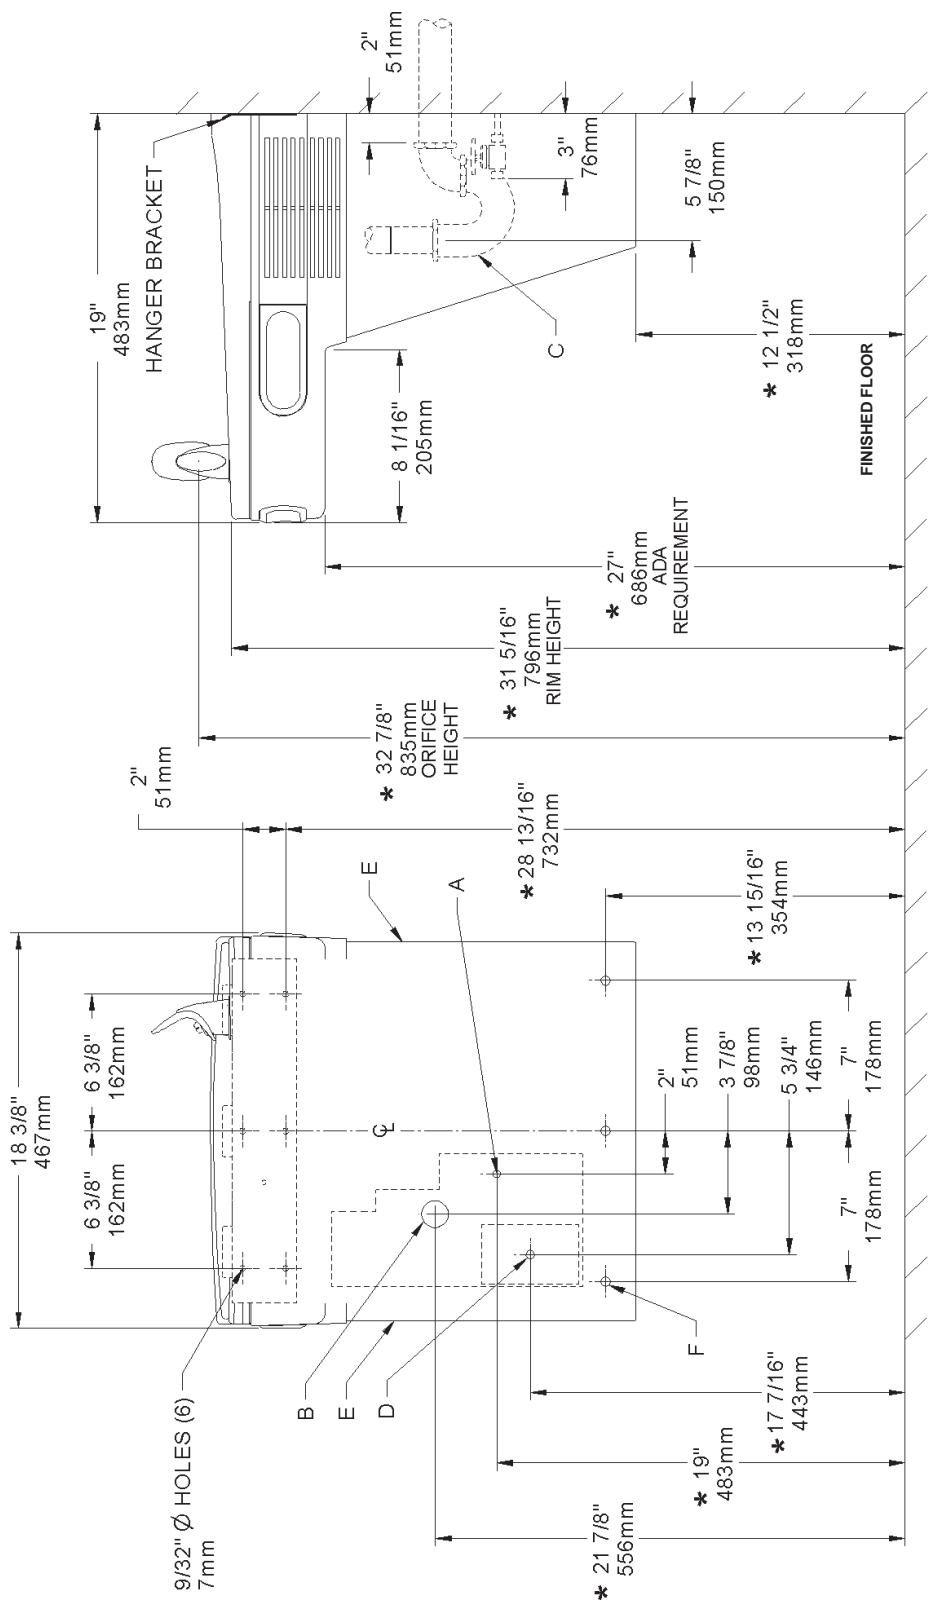

FIG. 2
- 1) Remove hanger bracket fastened to back of cooler by removing one (1) screw.
- 2) Mount the hanger bracket as shown in Figure 2.
**NOTE:** Hanger Bracket MUST be supported securely. Add fixture support carrier if wall will not provide adequate support. Anchor hanger securely to wall using all six (6) 1/4 in. dia. mounting holes.
- 3) Hang the cooler on the hanger bracket. Be certain the hanger bracket is engaged properly in the slots on the cooler back as shown in Figure 2.
- 4) Remove the four (4) screws holding the lower front panel at the bottom of cooler. Remove the front panel by pulling straight down and set aside.
- 1) Retire el soporte fijador que se encuentra conectado a la parte posterior del enfriador sacando un (1) tornillo.
- 2) Monte el soporte fijador de la manera descrita en Fig. 2.
**NOTA:** Es necesario que el soporte fijador sea apoyado seguramente. Agregue un portador al soporte fijador si La pared no aporta soporte adecuado. Amarre el soporte colgante seguramente a la pared. Usando todos los seis (6) agujeros de montaje de 1/4 pulg. (63.5 mm) de diáám.
- 1) Retirez le support de suspension fixé au dos du refroidisseur en retirant une (1) vis.
- 2) Montez le support de suspension comme indiqué dans la figure 2.
- 3) Pendez le refroidisseur au support de suspension. Assurez-vous que le support est correctement inséré dans les emplacements au dos du refroidisseur, comme indiqué dans la figure 2.
- 4) Retirez les four (4) vis maintenant en place le panneau frontal au bas du refroidisseur. Retirez le capot inférieur en tirant vers le bas et mettez-le de côté.